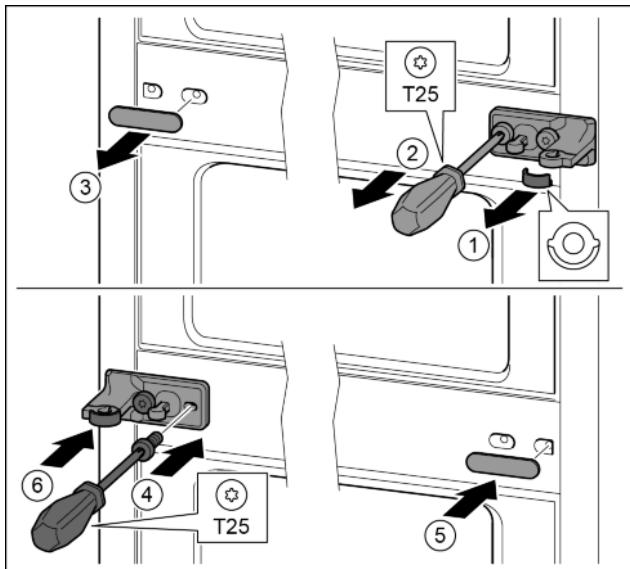

Fig. 32
- Снять шайбу. Fig. 32 (1)
- Выкрутить винты отверткой T25. Fig. 32 (2)
- Осторожно снять крышку. Fig. 32 (3)
- Плотно прикрутить опорный кронштейн с подкладкой с поворотом на 180° с другой стороны. Fig. 32 (4)
- Установить крышку с поворотом на 180° с другой стороны. Fig. 32 (5)
- Спереди надвинуть шайбу. Fig. 32 (6)